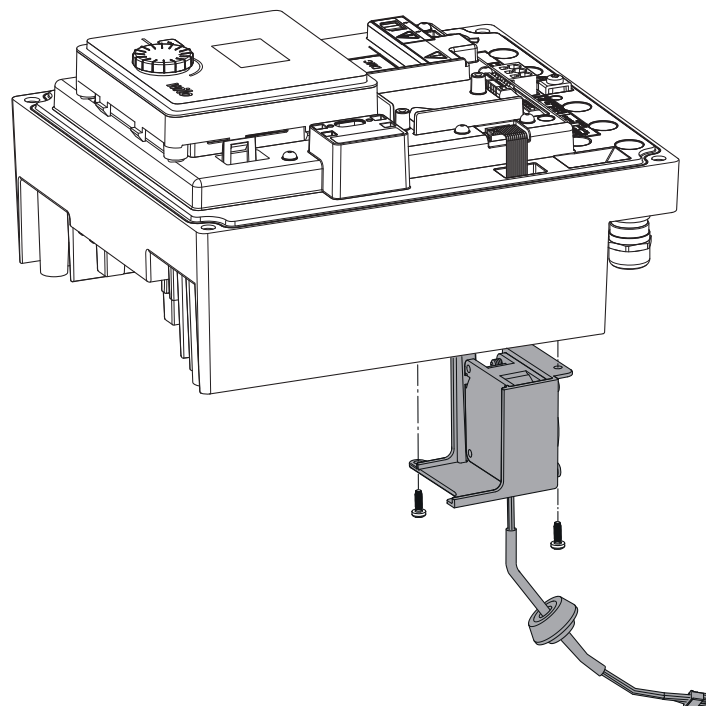

Fig. 48: Retirar el ventilador del módulo, incl. el cable y la junta de goma
- Retire el ventilador del módulo y suelte el cable con junta de goma de la parte inferior del módulo (Fig. 48).